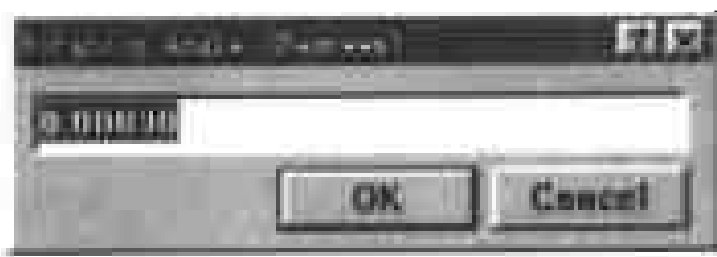

图 7-40 设置对象的旋转角度
- **Rotate Selection 命令**——此命令的功能是旋转选中的对象。首先在图纸中选择对象,然后选择此命令,弹出如图 7-40 所示的对话框。在该对话框中输入数值,设置对象旋转的角度,然后单击 OK 命令按钮,返回工作窗口。此时鼠标箭头变为十字光标,移动十字光标在图纸中某处单击,确定旋转的参考点,则被选中的对象就按照用户设置的角度进行旋转。在对话框中输入正值,对象逆时针旋转;输入负值,对象顺时针旋转。